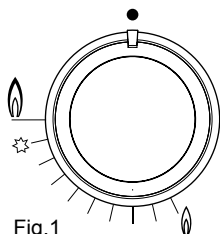

Fig.1
Tourner dans le sens inverse des aiguilles d'une montre le bouton correspondant jusqu'à la position de maximum (grande flamme, fig.1) et appuyer sur le bouton.
allumettes en positionnant le bouton sur le point d'allumage (grande flamme, fig.1).
- Contrôler toujours que les boutons sont sur la position "fermé" (voir fig.1) quand l'appareil ne fonctionne pas.
- Si la flamme s'éteint accidentellement, après quelques secondes, la soupape de sécurité interrompt automatiquement l'arrivée du gaz. Pour rétablir le fonctionnement, reporter le bouton au point d'allumage (grande flamme, fig.1) et appuyer sur le bouton.